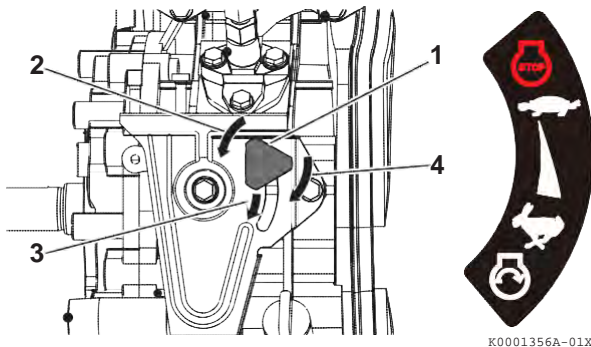

Figura 13
3. Se il controllo di velocità motore è simile a **Figura 13**:
- Ruotare il pomello di controllo velocità motore (**Figura 13, (1)**) a sinistra (**Figura 13, (2)**).
- Fare scorrere la manopola di controllo velocità motore in posizione START (**Figura 13, (3)**).
- Ruotare il pomello di controllo velocità motore verso destra (**Figura 13, (4)**) per serrarlo.